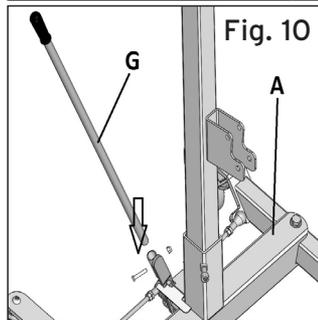

Fig. 10
6. Inserire la leva per l'apertura delle gambe e bloccarla con la sua vite. (Fig.10)